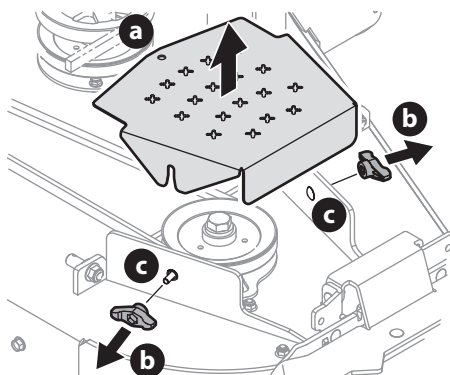

Figura 60
3. Para quitar las cubiertas de la correa (a), quite las perillas de mariposa (b) de los tornillos de carro (c) que las aseguran a la plataforma (Figura 60).
4. La tuerca de apriete rápido debería sostener el tornillo de carro (c) y el perno de lengüeta en su lugar; de lo contrario, vuelva a instalar (Figura 60).